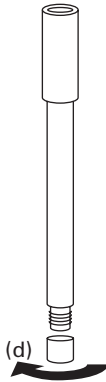

Fig. 2
2. Unscrew membrane cap (d) from outer body (See Fig. 2). Remove old membrane, if applicable.